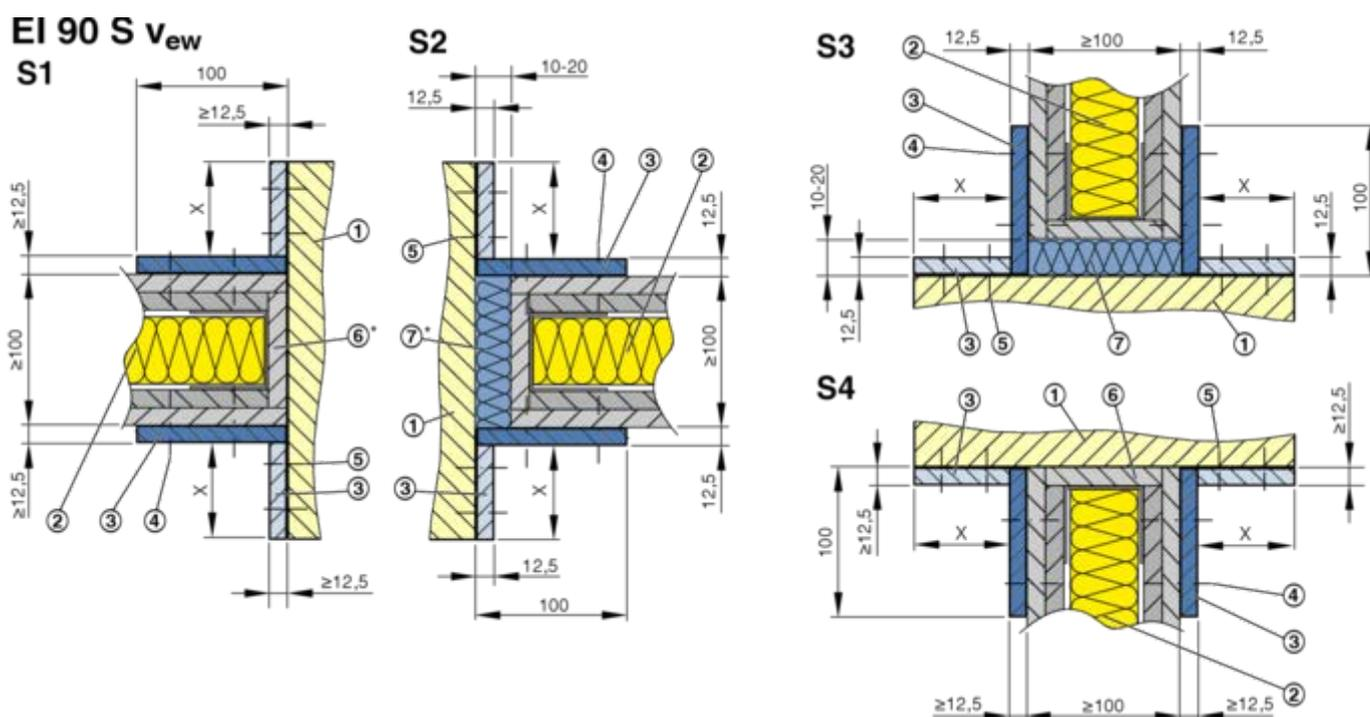
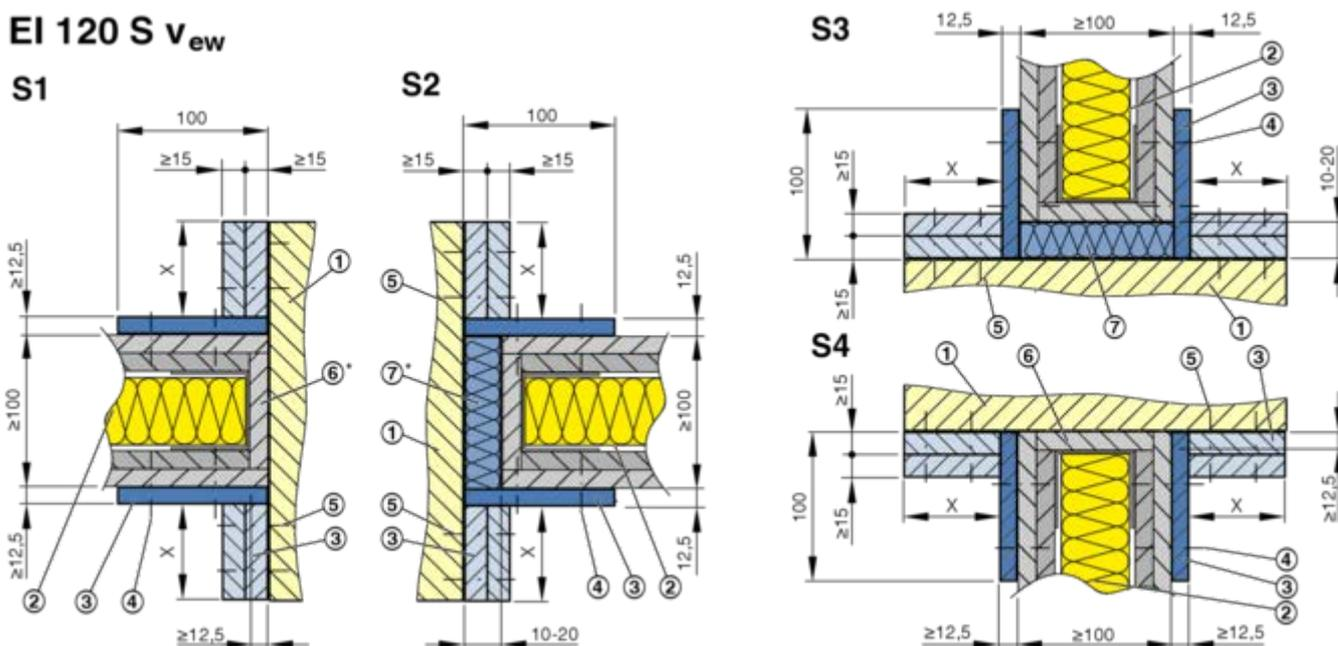

Fig. 43: Detalhes da montagem EK-JZ a seco sem argamassa em parede maciça, parede de caixa maciça EI 90 S
Fig. 44: Detalhes da montagem EK-JZ a seco sem argamassa em parede maciça, parede de caixa maciça EI 120 S, legenda ↻ Fig. 43
Secção de ângulo ↪ Fig. 43 , Fig. 44
- EI 90 S_{ew} : secções de ângulo em ambos os lados da parede, 1 tira $\geq 12,5$ mm, ↗ Fig. 43
- EI 120 S_{ew} : secções de ângulo em ambos os lados da parede, 2 tira ≥ 15 mm, ↗ Fig. 44
- As cavidades são preenchidas com lã mineral ou lã de rocha (7).